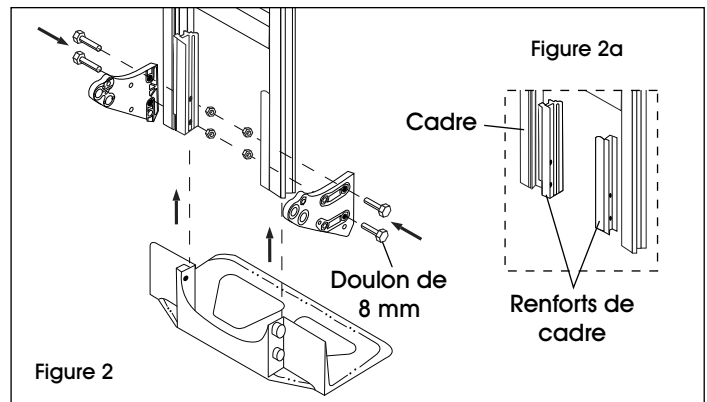

Figure 2
(Voir Figure 2)
2. Alignez le support d'essieu avec la glissière extérieure du cadre. (Voir Figure 2)
3. Insérez quatre boulons de 8 mm à travers les supports d'essieu, le cadre, les renforts de cadre et la bavette. Fixez avec les écrous freinés de 8 mm, mais NE serrez PAS. (Voir Figure 2)